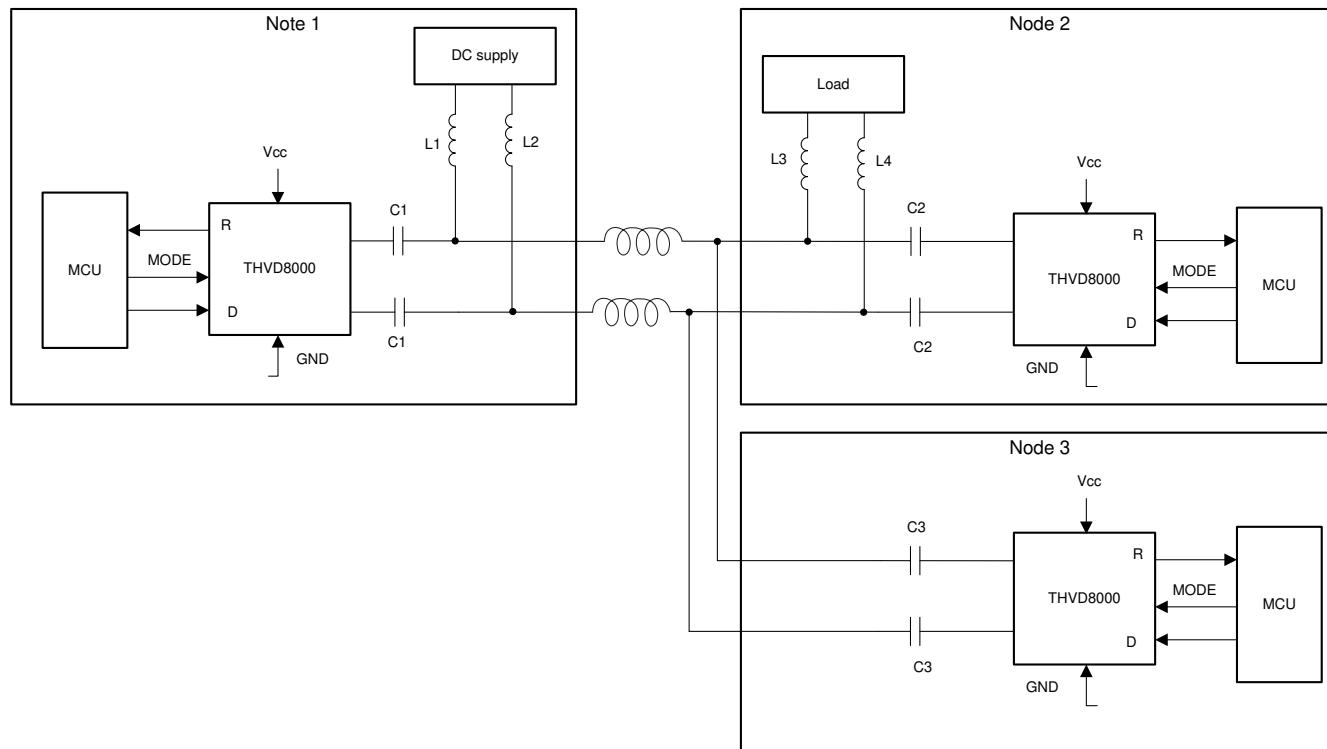

图 8-1. THVD8000 多节点设置
如前所述，与 RS-485 收发器相比，THVD8000 具有类似的驱动强度和类似的接收器灵敏度。为了评估总线上的信号衰减，请计入因多个节点的端接、去耦电感和输入阻抗而导致的所有电缆损耗和总线上负载。关于电缆损耗和电感器负载，之前已在本应用报告中讨论过。THVD8000 接收器的输入阻抗约为 RS-485 标准中所测量单位负载 (UL) 的 1/8。连接到总线的所有其他外部元件（如 TVS 二极管）可能会对多个节点和高载波频率产生影响。在所有节点中，并非所有节点都必须同时提供数据和电力。一些节点可以自供电，只包含传输数据，如图 8-1 中的节点 3 所示。